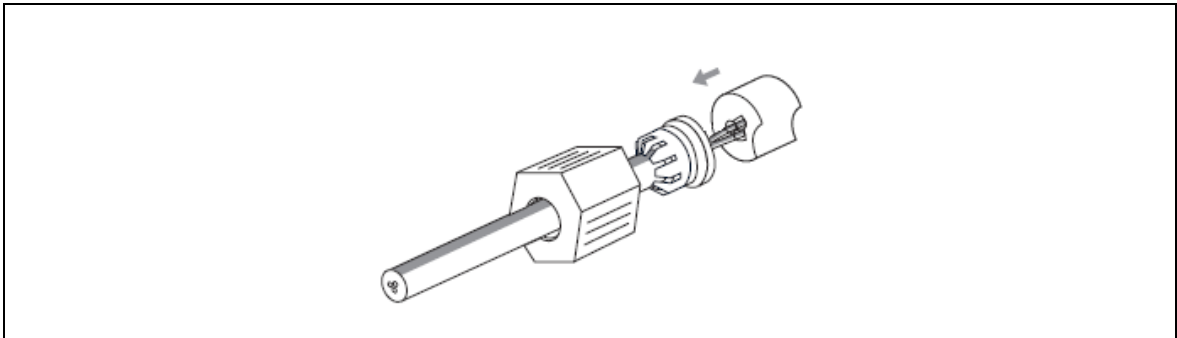

Abbildung 13 Montage des QUICKON® Schnellverbinders (3)
- 4 Stecken Sie die Aderenden in die Durchführungen des Spleißringes (siehe Abbildung 13). Die einzelnen Aderdurchführungen des Spleißringes sind nummeriert (1, 2), so dass Sie die Adern eindeutig zuordnen können.